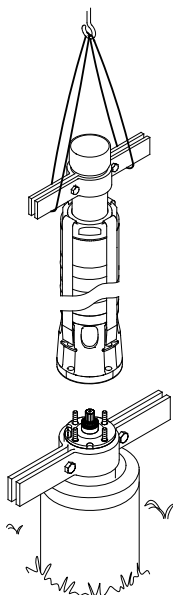

Abb. 19 Heben der Pumpe in die richtige Position
3. Die Pumpe mit Hilfe der Halseisen am Verlängerungsrohr heben, siehe Abb. 19.